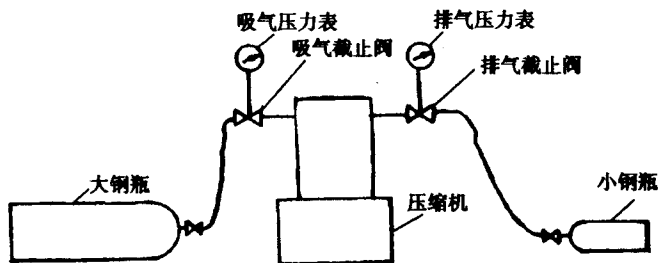

图 1.23 用压缩机把 R12 从大瓶移入小瓶
(1) 从大瓶移入小瓶。由于检修电冰箱的制冷剂用量很少，经常要把制冷剂从大瓶移入小瓶。其方法有两种。一种是使小瓶压力低，制冷剂借助压差从大瓶移入小瓶。为此，使小瓶温度降低（放入制冷设备冷却、浇冷水等），大瓶和小瓶用铜管连接起来，制冷剂便从大瓶流入小瓶，此称为温差法。还可以把大瓶置于高位，小瓶置于低位，借助液位差，把制冷剂移入小瓶，此称为液位差法。另一种是用小型压缩机把制冷剂从大瓶移入小瓶，如图 1.23 所示。操作时把小瓶用铜管接在压缩机排气截止阀上，把大瓶接在压缩机吸气截止阀上。小瓶用冷水浇淋或用风扇吹冷，然后开启小钢瓶瓶阀，启动压缩机，微开大钢瓶瓶阀，制冷剂便从大瓶抽入小瓶。在操作过程中，应注意压缩机排气压力不得超过 $1.6\sim 2.2\text{MPa}$ ，超压应立即停机，待小瓶冷却后再开机。小瓶灌满制冷剂后，先关大钢瓶瓶阀，当压缩机吸气压力表压力接近 0MPa 时，关小钢瓶瓶阀，停机，卸瓶。